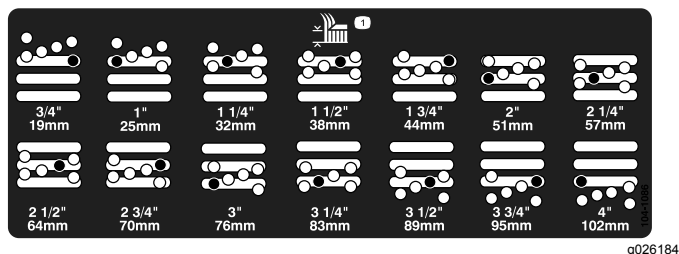

図 16
4. チェンバを支えておきながらスペースを取り外す 図 16。
5. 希望の刈り高にチェンバを合わせ、その刈り高の穴とスロットにスペースを通す 図 16。